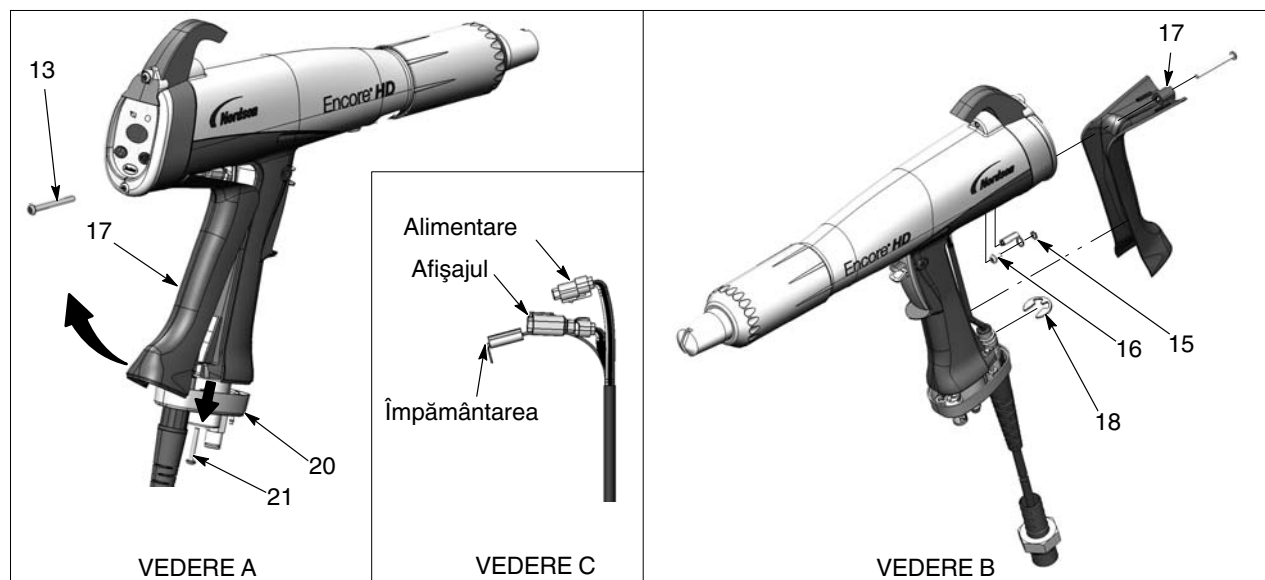

Figura 6-7 Înlocuirea cablului
2. A se vedea Figura 6-7, Vederea A. Scoateți cele două șuruburi M3 x 20 (21) care fixează baza mânerului (20) de mâner.
3. Scoateți șurubul M3 x 35 din partea de jos (13) de la modulul afișajului.
4. Trageți baza de pe mâner suficient pentru eliberarea muchiei inferioare a suportului de împământare (17) de la bază.
6. A se vedea Figura 6-7, Vederea B. Desfaceți șurubul M3 x 8, șaiba de blocare (16, 15) și borna de împământare de pe suportul de împământare.
7. Demontați inelul de fixare (18) de la cablu.
8. A se vedea Figura 6-7, Vederea C. Trageți conectorii cablului pentru a îi scoate din mâner. Introduceți o șurubelniță mică în fantele sursei electrice și ale conectorului afișajului pentru a elibera dispozitivul de prindere și deconectați-i.
1. Vezi Figura 6-7. Treceți un cablu nou prin baza mânerului, apoi montați inelul de fixare (18) pe cablu pentru a îl fixa pe poziție.
3. Conectați borna cablului la suportul de împământare (17) cu șurubul M3 x 6 și șaiba de blocare (16, 15).
6. Apăsați baza mânerului (20) în sus, pe mâner și suportul de împământare și strângeți bine cele două șuruburi M3 x 20 (21) în bază.
7. Montați la loc șurubul M3 x 35 (13) în partea inferioară a modulului de afișare.